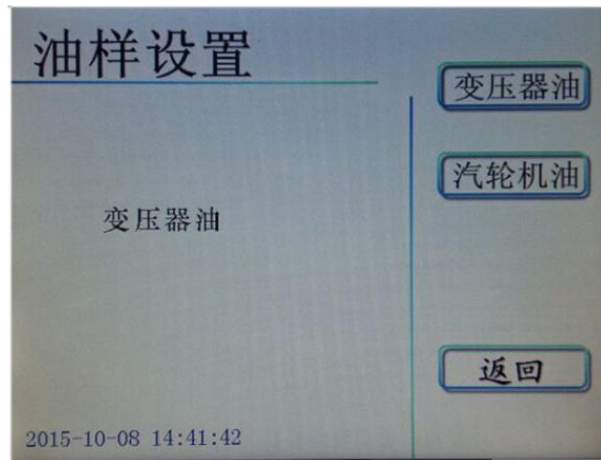

图 13 油样设定页面
8. 在设置页面，按 **油样设定** 键进入油样设定页面（图 13），用户可根据该测样品选择油样变压器油或者汽轮机油，然后按 **返回** 键